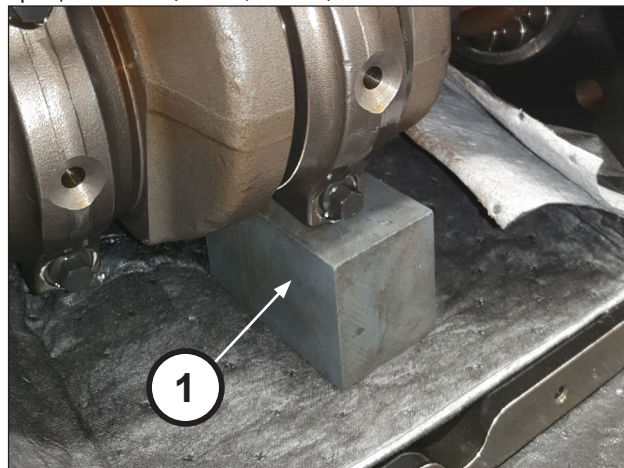

Рис. 21
Вставьте под шатун прокладку, чтобы заблокировать вращение вала (поз. ①, Рис. 21).